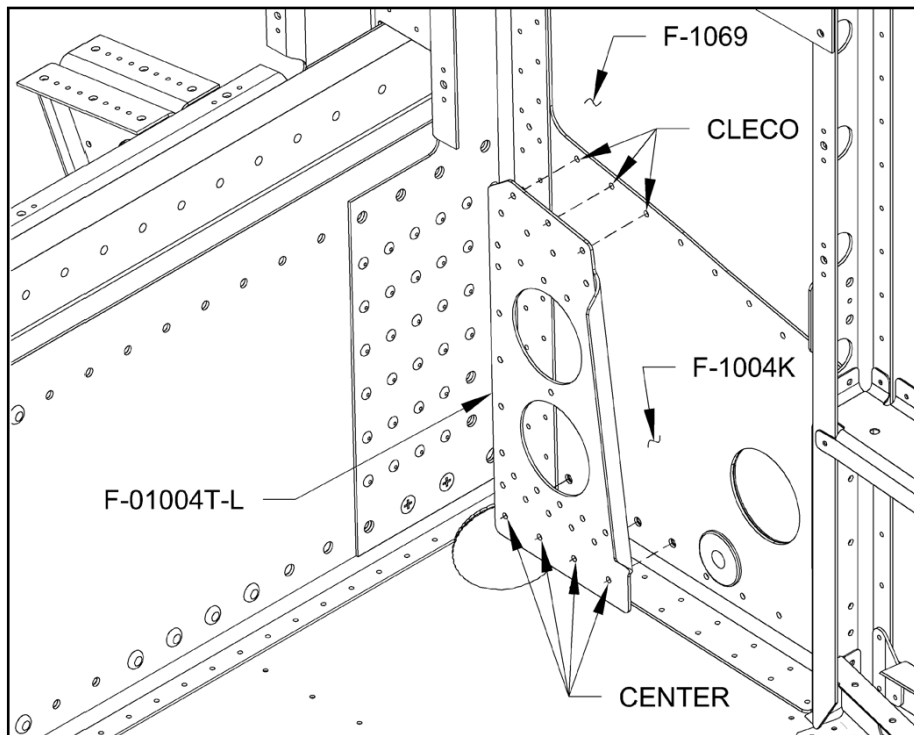

FIGURA 9: reforço da placa lateral da seção central
Passo 26: Usando os três furos superiores na Placa Lateral Reforçada F-01004T-L da Seção Central, posicione o reforço e prenda-o com clecros, conforme mostrado na Figura 9.